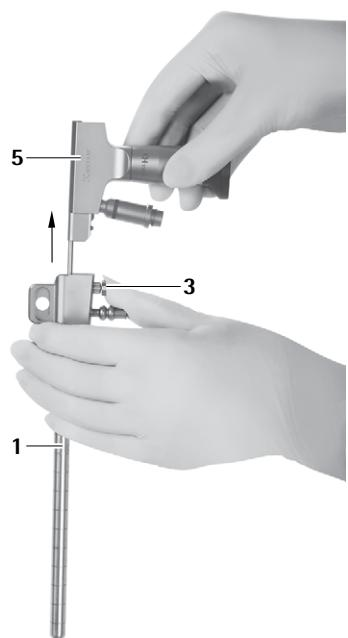

Abb. 8
► Entriegelungsknopf **3** drücken und Endoskop **5** aus MINOP InVent-Trokar **1** herausziehen, siehe Abb. 8.